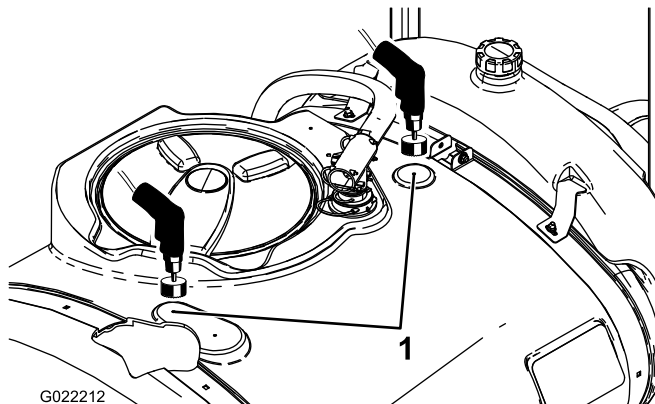

図 6
2. メインタンクについているドリルマーク (2つ) を探し出す (図 6)。